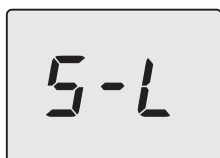

Figura 7.14
- Premere il tasto 10 (Figura 7.2) per passare alla taratura del minimo gas. Il display visualizza S-L alternato al parametro potenza minima assoluta (Figura 7.14).